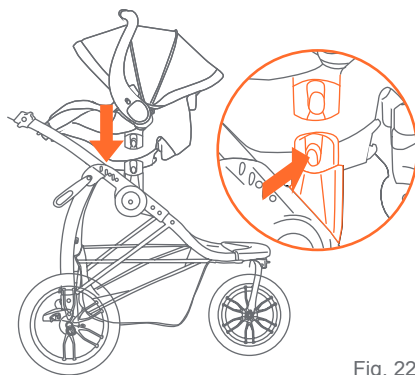

Fig. 22
22) • Pour retirer le siège ou la siège d'auto, appuyer les deux leviers de dégagement, puis tirer le siège vers le haut (Fig. 22).